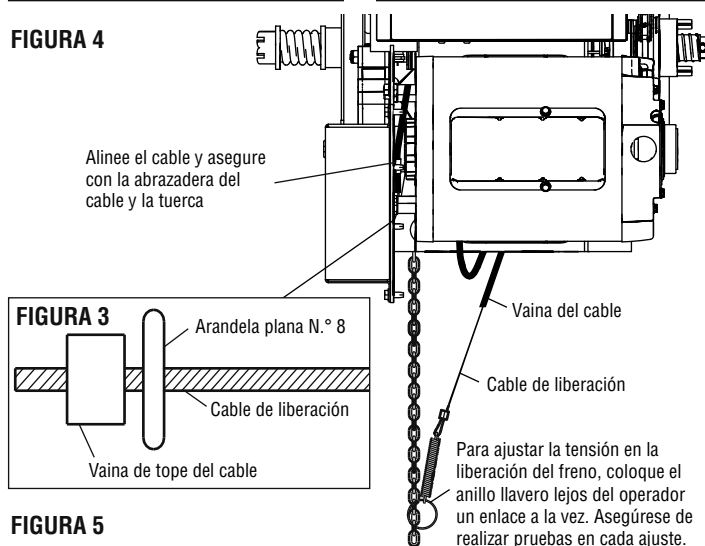

FIGURA 3
3. Tome el montaje del cable de liberación y pase el cable de liberación y la vaina por la abrazadera del cable instalada en el paso 1. Una vez que llegue a la palanca de liberación de freno, solo pase el cable de liberación por el ojal. Para fijar en su lugar, instale una arandela plana N.º 8 y una vaina de tope de cable de 1.6 mm (1/16 de pulg.). Para fijar en su lugar la vaina de tope de cable, fijela presión con pinzas (Figura 3).
Localice la segunda abrazadera p-clip plateada, idéntica a la abrazadera p-clip usada en el Paso uno. Monte la abrazadera como se muestra en la Figura 3 usando el perno y la tuerca incluidos.